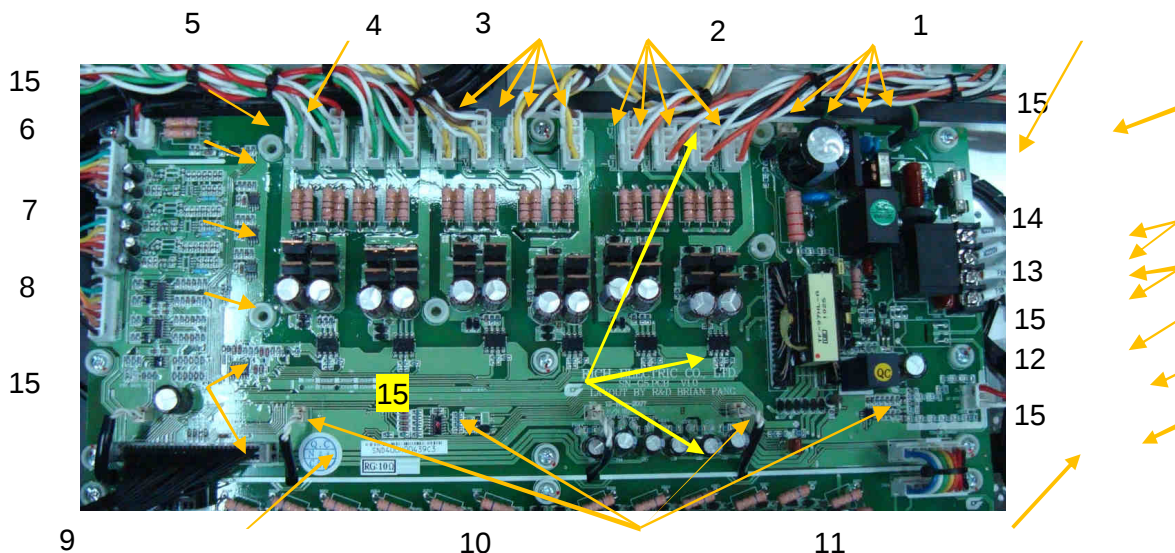

Рис. 7.15.
7.10.1. Установить плату драйверов на ее посадочное место и закрепить винтами (9 шт.) (рис. 7.15).
7.10.2. Подсоединить разъемы жгутов к разъемам платы драйверов, присоединить провода питания ~220 В и вентиляторов, соответственно, к клеммам «AC220V» и «FAN» колодки TB1. Подсоединить жгуты управления модулями IGBT к разъемам на плате драйверов и к разъемам на монтажных платах IGBT модулей (рис. 7.15).